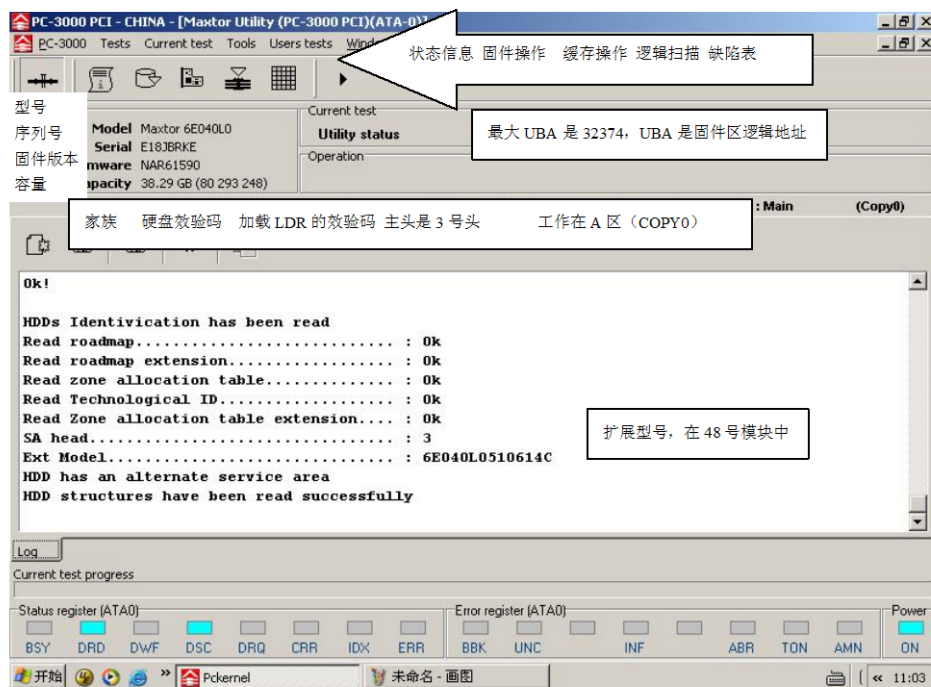

图 7-11 重读 ID 的界面详细说明
(8) 此时的重读 ID 的界面详细说明如图 7-11 所示。